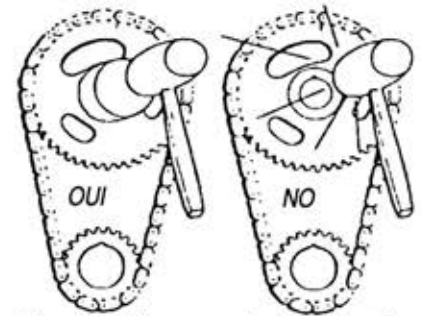

Figure 1 - Utilisez une gaine pour installer les pignons à emmanchement à force
• **UTILISEZ UNE GAINÉ** pour les installations qui exigent l'usage d'un marteau (voir Fig.1). Un poinçon à mandrin en laiton peut être utilisé si vous alternez avec précaution les coups de chaque côté du pignon pour éviter d'armer.